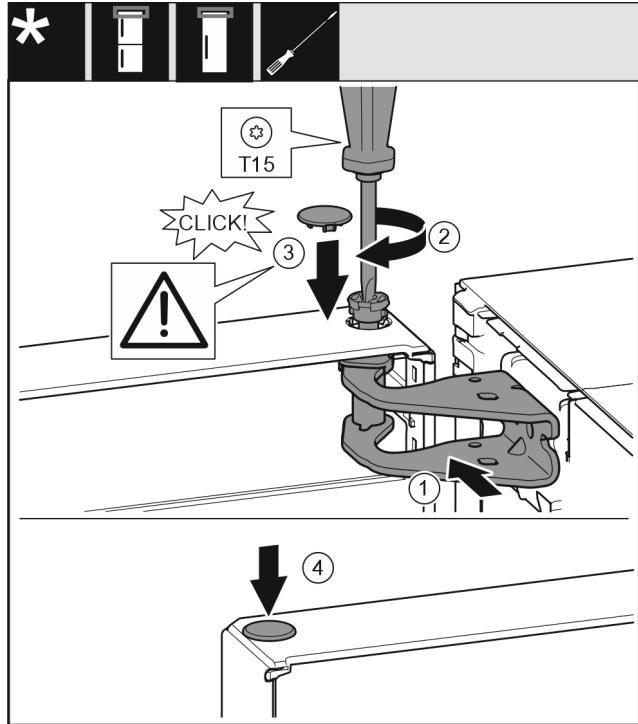

Fig. 19
- ▶ Wyrównać drzwi u góry względem otworu w płytce zawiasu Fig. 19 (1).
- ▶ Założyć sworzeń Fig. 19 (2) i dokręcić śrubokrętem.
- ▶ Założyć osłonę Fig. 19 (3).
- ▶ Sprawdzić, czy osłona Fig. 19 (3) przylega do drzwi.
- ▶ Założyć osłonę Fig. 19 (4).